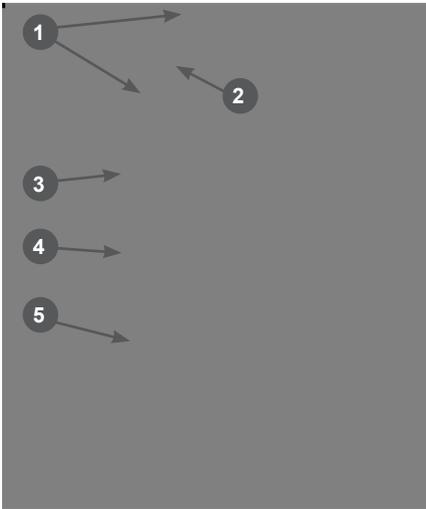

Рис. 14 Обслуживание воздушного фильтра
1. Открутите винты 1 и снимите крышку 2 воздушного фильтра (Рис. 14).
2. Снимите с корпуса 5 воздушный фильтр в сборе (Рис. 14).
3. Снимите поролоновый фильтрующий элемент 3 с основного бумажного элемента 4 (Рис. 14).
7. Очистите корпус 5 и крышку 2 воздушного фильтра от загрязнений, не допуская попадания грязи в воздухопровод, ведущий к карбюратору (Рис. 14).